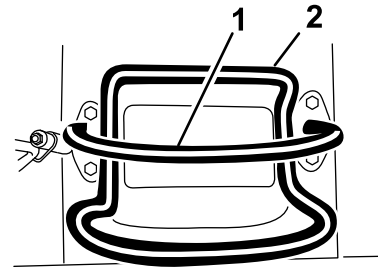

Bild 7
- Lassen Sie den Fahrtriebshebel los, um die Maschine anzuhalten (Bild 7).